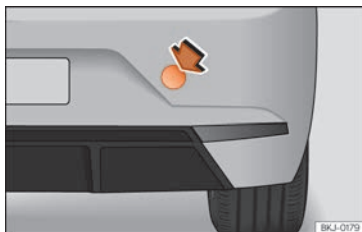

Fig. 49 En el lado derecho del paragolpes trasero: retirar la tapa.
El alojamiento de la argolla de remolque enroscable se encuentra en el lado derecho del paragolpes trasero detrás de una tapa »» fig. 49.
- Presione sobre la zona superior derecha de la tapa »» fig. 49 para desencastarla.